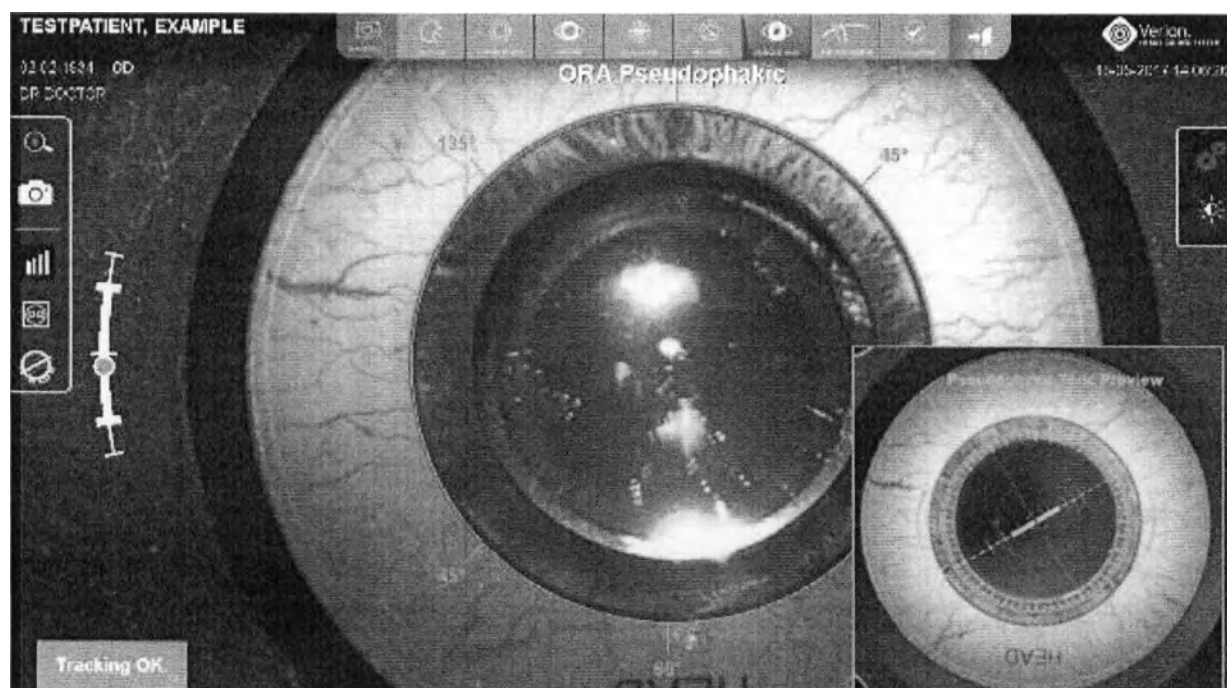

Рисунок 172. Экран цифрового интерфейса M и вид MID на этапе «Псевдофакичное измерение»
- Во время псевдофакичного измерения цифровой интерфейс M VERION отображает наложение лимба и обеспечивает отслеживание в реальном времени. MID отображает центрацию ORA и управление фокусировкой, вместе с рефракционными данными в реальном времени (Рисунок 172).